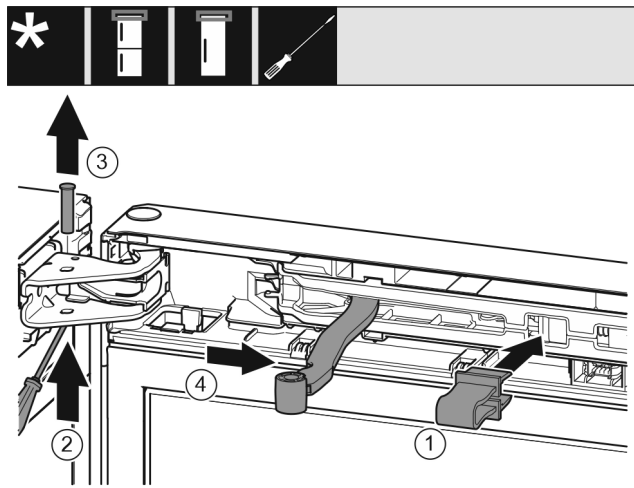

Fig. 8
- Tryck fast spärren i öppningen. Fig. 8 (1)
- Tryck ut bulten med en skruvmejsel. Fig. 8 (2)
- Dra ut bulten uppåt. Fig. 8 (3)
- Vrid leden mot dörren. Fig. 8 (4)